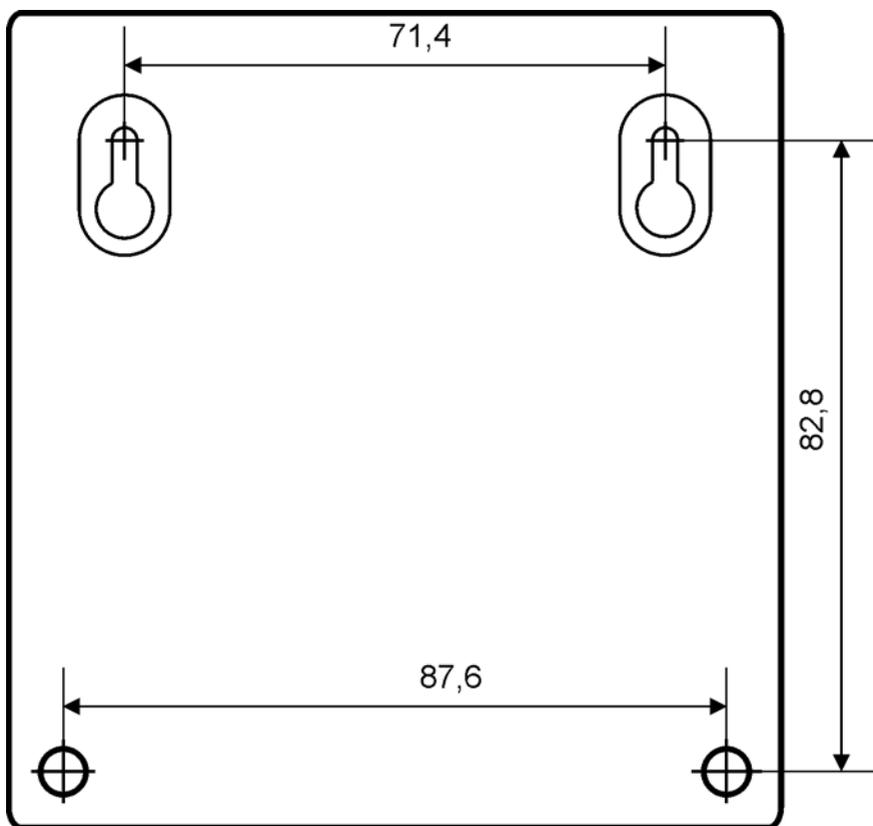

Рисунок 6. Шаблон для монтажа
3.2.2 Приложите к стене шаблон для монтажа (рис. 6). Просверлите 3 отверстия: два верхних и одно нижнее.